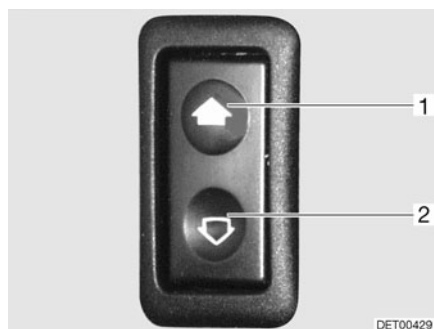

Fig. 14 Interrupteur pour lève-vitres électrique
Le véhicule est équipé d'un lève-vitre électrique (Fig. 14) du côté du conducteur.
- Appuyer sur la partie inférieure du commutateur (Fig. 14,2).
- Appuyer sur la partie supérieure du commutateur (Fig. 14,1).